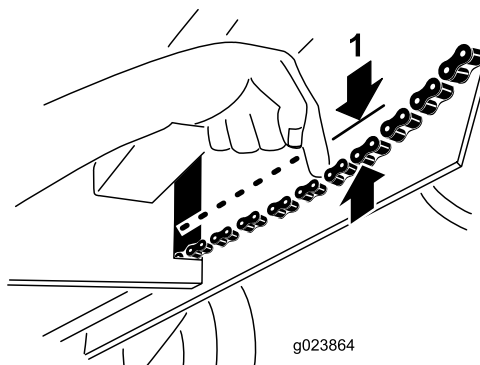

Figura 44
4. Tire hacia abajo de la cadena de transmisión de los taladros cerca del hueco del bastidor con una fuerza de 9 kg (20 libras) (Figura 44).
4. Tire hacia abajo de la cadena, cerca del hueco del bastidor, con 9 kg (20 libras) de fuerza (Figura 44).